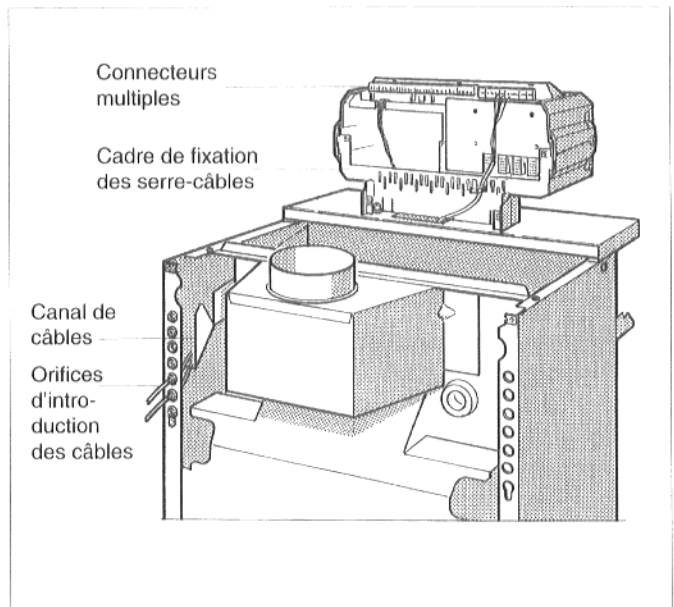
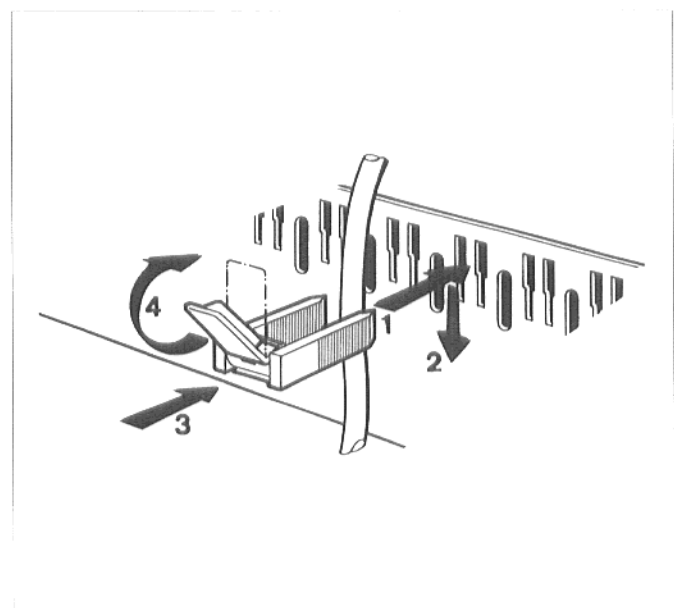

Fig. 14
Fig. 15
- Effectuer sur place les raccordements électriques aux connecteurs multiples conformément au schéma de connexion (fig. 14).
Amener les câbles à l'appareil de régulation en les faisant passer, par les orifices d'introduction, dans le canal des câbles et par l'ouverture du capot avant de la chaudière (fig. 14).
Enfoncer le serre-câbles muni du câble dans le haut des fentes du cadre de fixation des serre-câbles (fig. 14) ; le levier doit être dirigé vers le haut. Pousser le serre-câbles vers le bas et l'enfoncer. Rabattre le levier vers le haut (fig. 15).